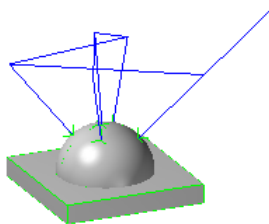

图 7.9.7 刀具路径
Step6. 单击“多轴刀路- 钻孔”对话框中的  按钮，完成钻孔五轴加工参数的设置，此时系统将自动生成图 7.9.7 所示的刀具路径。
Step2. 在“路径模拟控制”操控板中单击  按钮，系统将开始对刀具路径进行模拟，结果与图 7.9.7 所示的刀具路径相同，单击“路径模拟”对话框中的  按钮，关闭“路径模拟控制”操控板。